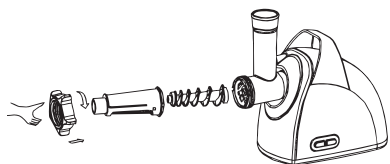

Рис.14
7.6.4 Установите фиксирующее кольцо и затяните его (Рис.14).